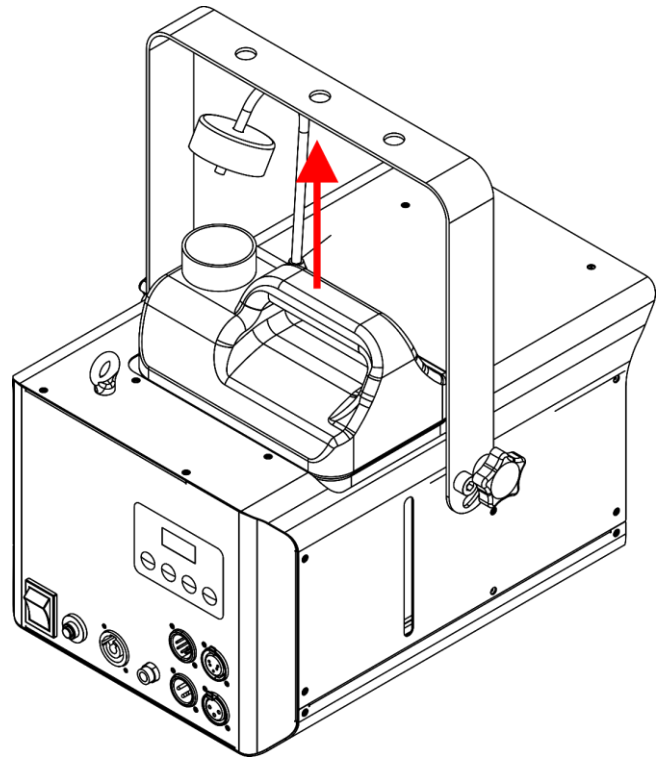

Abb. 09
- 03) Nehmen Sie den Flüssigkeitstank heraus, wie in Abb. 09 gezeigt.